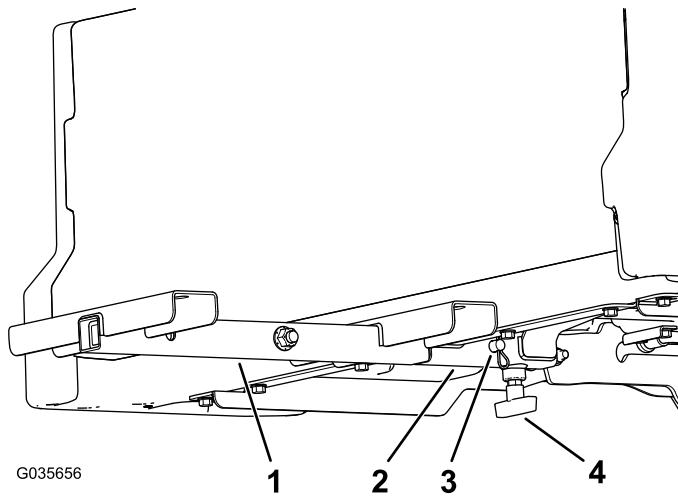

图5
3. 松开货斗接收器上的“T”形手柄（图5）。
4. 将管道支架插入货斗接收器，用柱销 (1/2 x 2 英寸) 和发卡销固定（图5）。
5. 拧紧货斗接收器上的“T”形手柄（图5）。